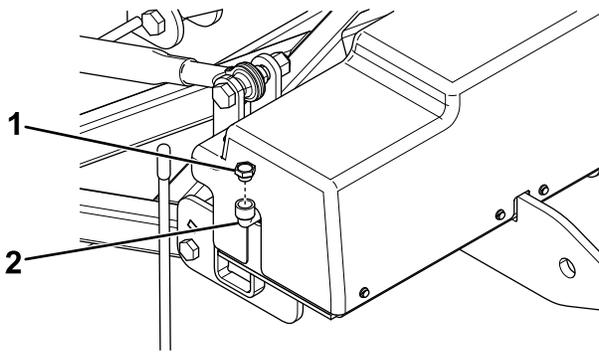

Figura 13
3. Retire el tapón de llenado del depósito hidráulico situado en el lateral del acoplamiento (Figura 13).